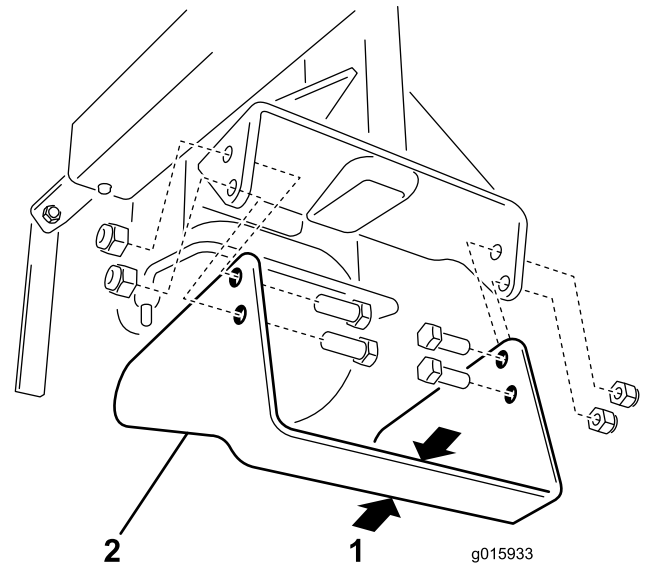

Figura 15
Verifique frequentemente a lâmina do contornador e substitua-a quando a largura estiver reduzida para 3,2 cm. (Figura 15).
3. Retire os 4 parafusos e porcas que prendem a lâmina do suporte do cortador (Figura 15).